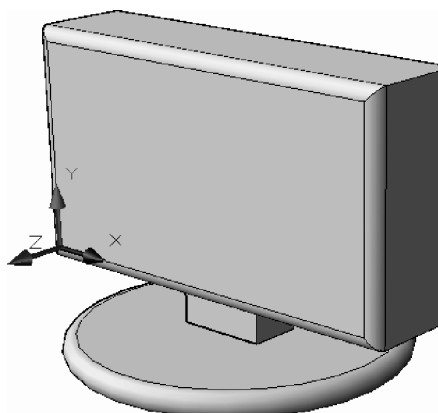

Fig. 7.8 Mutarea UCS-ului
11. Se mută sistemul de coordonate, cu planul XOY pe fața anterioară a primului paralelipiped generat și cu originea în colțul din stânga-jos al acestei fețe – vezi Fig. 7.8.